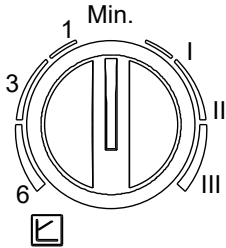

Abb. E-3: Wahlschalter
6. Heizungskreislauf durch Drehen des Wahlschalters (siehe Abb. E-3) auf Vorortbedingungen einstellen.